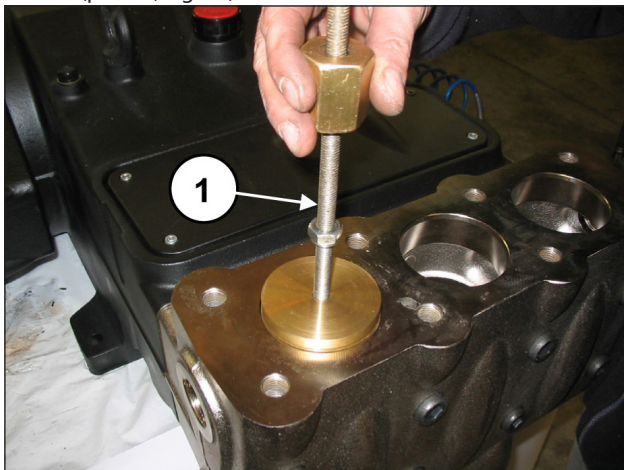

Fig. 80
Extraia a tampa da válvula com o uso de um extrator de mecanismo de percussão para aplicar o furo M10 da tampa da válvula (pos. ①, Fig. 80).